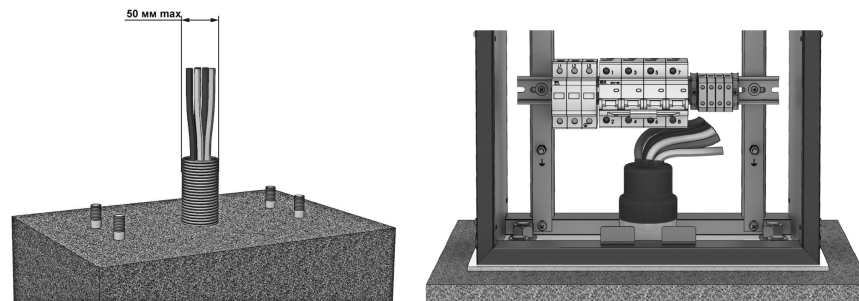

Рисунок 5– Крепление станции к фундаменту
– наконечник закрепить на резьбовой шпильке М6 (см. рис. 5) с помощью гайки, плоской и гроверной шайб. Гайка и шайбы находятся на шпильке. Усилие затяжки гайки должно быть в пределах от 3 до 4 Нм;